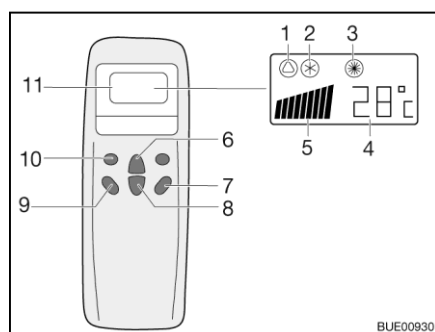
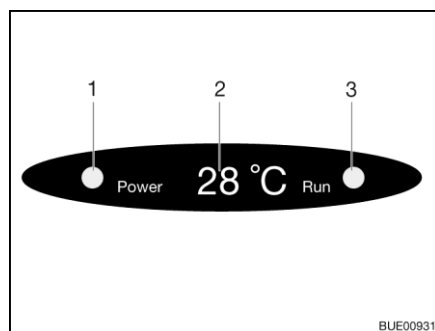

Fig. 154 Telecomando
Fig. 155 Display su diffusore
- Premere il tasto "ON/OFF" (Fig. 154,7).
- Premere il tasto "Mode" (Fig. 154,10) spesso, finché la modalità desiderata (Fig. 154,1, 2 o 3) viene visualizzata sul display. La spia di controllo relativa sul display sul diffusore (Fig. 155,3) si accende.
- Con i tasti di aumento della temperatura (Fig. 154,6) o di riduzione della temperatura (Fig. 154,8) regolare la temperatura desiderata.
- Con il tasto numero di giri ventola (Fig. 154,9) selezionare il livello desiderato per la ventola.